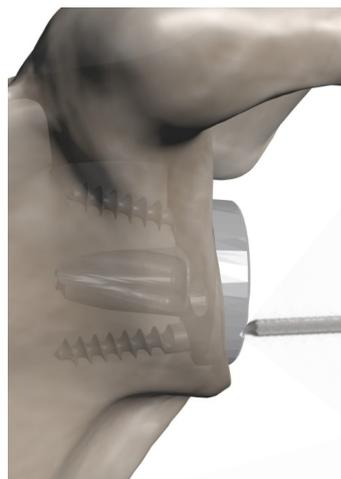

Fig. 24
- Retirer les vis de fixation. (Fig. 24)